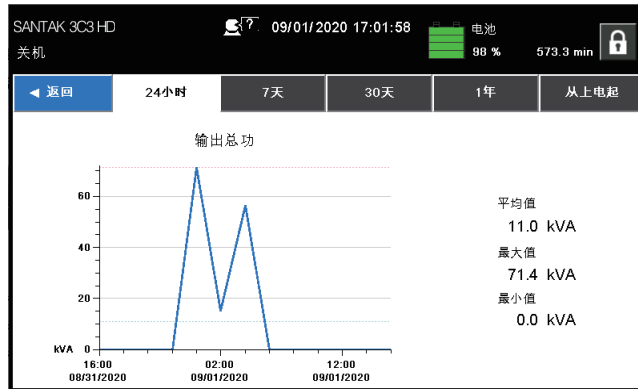

图6-6: 主屏幕中的输出总功屏幕
- ① 表示允许选择其他语言的图
- ② 请参见图6-6 “主屏幕中的输出总功屏幕”